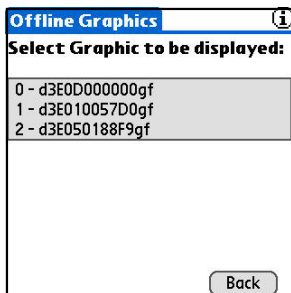
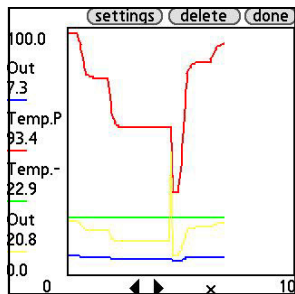

Figura 19 - Offline Graphics File Selection
Figura 20 - Offline Graphics
2. Uma lista de todas as variáveis gráficas correntes disponíveis será mostrada (Figura 19). Selecione um arquivo e ele será carregado (Figura 20). Os arquivos dos gráficos off-line seguem a seguinte nomenclatura: dMMDDXXXXXXgf, onde: MM é o código do fabricante do equipamento em formato hexadecimal (por exemplo, 3e para Smar); DD é o código do tipo de equipamento em formato hexadecimal (por exemplo, 01 para o LD301); XXXXXX é o número de série do equipamento em formato hexadecimal.